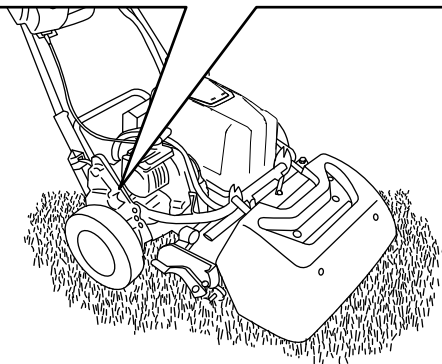

图 28
1. 在机器的右后角找到靠近驱动装置壳体轮鼓的牵引接合/分离控制杆 (图 28)。